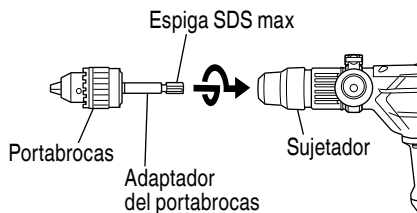

Fig. 19
- (2) Fijación del adaptador para portabarrenas al portabarrenas (Fig. 19)